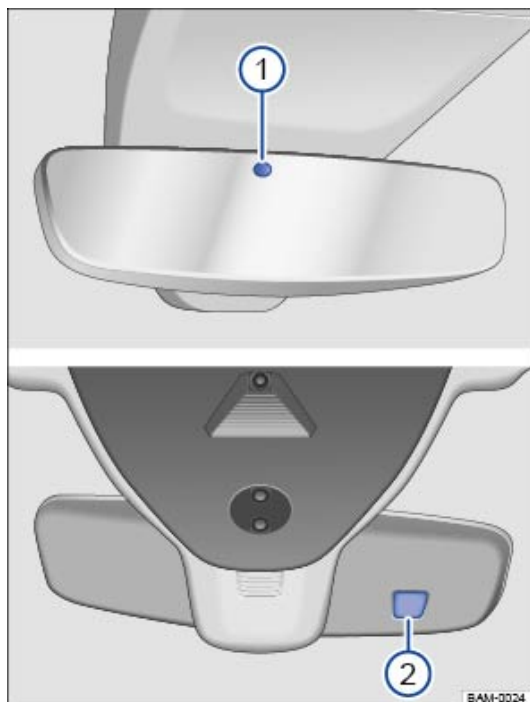

Fig. 86 Sur le pare-brise : rétroviseur intérieur photosensible
Lorsque le contact est mis, les capteurs mesurent l'incidence de la lumière par l'arrière ⇒ Fig. 86 ① et par devant ②.